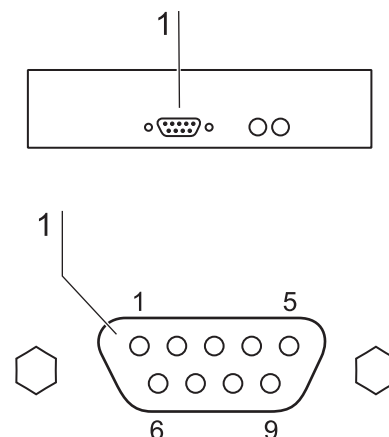

Fig. 11
2. **Fig. 11:** Inserire il connettore del cavo dell'interfaccia seriale (non in dotazione) nella presa [1] dell'interfaccia di alimentazione dell'apparecchio sul lato posteriore dell'apparecchio. Parte frontale dell'apparecchiatura sul quadro di comando.